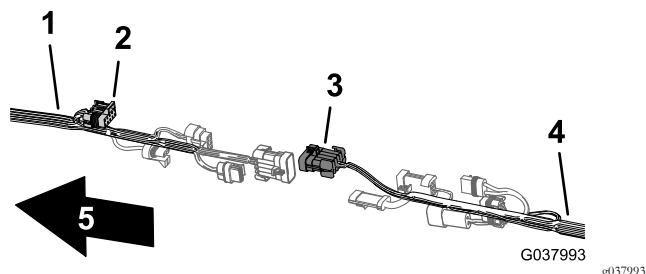

Рисунок 106
2. Подсоедините 10-гнездовой соединитель переднего жгута проводов, предназначенного для промежуточного соединения жгута проводов опрыскивателя, к 10-штыревому соединителю заднего жгута проводов, предназначенного для промежуточного соединения жгута проводов опрыскивателя (Рисунок 106).